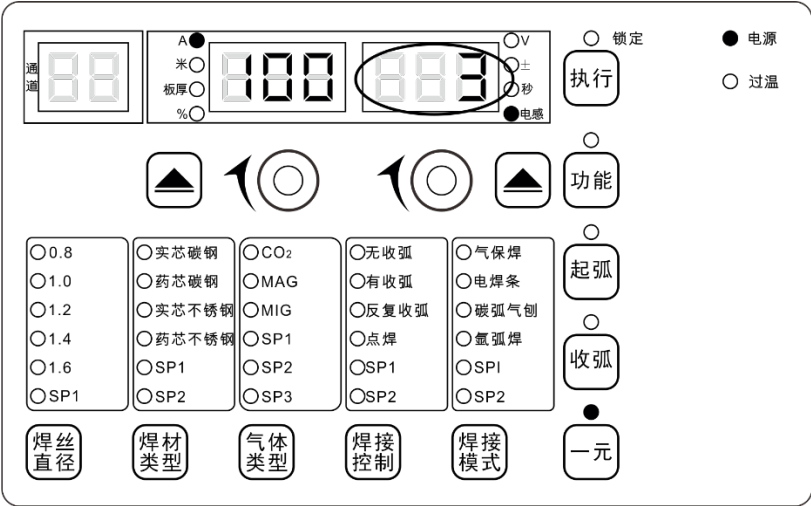

图3-9 一元化匹配电压修正值界面
2. 将**右循环切换**键切换至一元化电压修正值“±”，指示灯亮或闪烁时，通过调节送丝机上的电压旋钮或焊接电源上的面板旋钮，可对一元化模式下自动匹配的电压进行微调，如图 3-9 所示。通过**右循环切换**键可查看匹配电压值和弧长修正值。